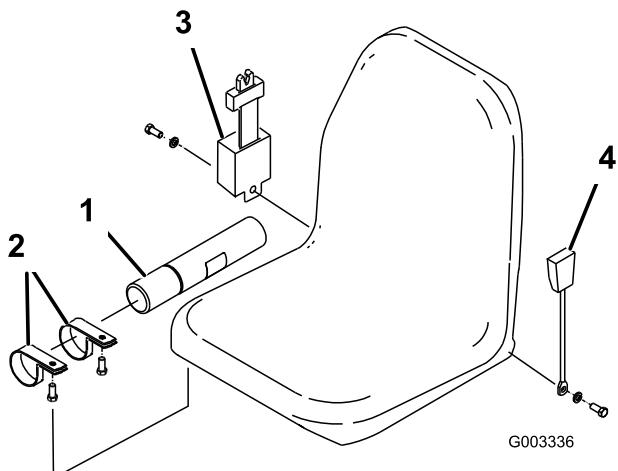

Figura 3
- Monte el tubo del manual en la suspensión del asiento con las 2 abrazaderas en R incluidas en las piezas sueltas (Figura 3).